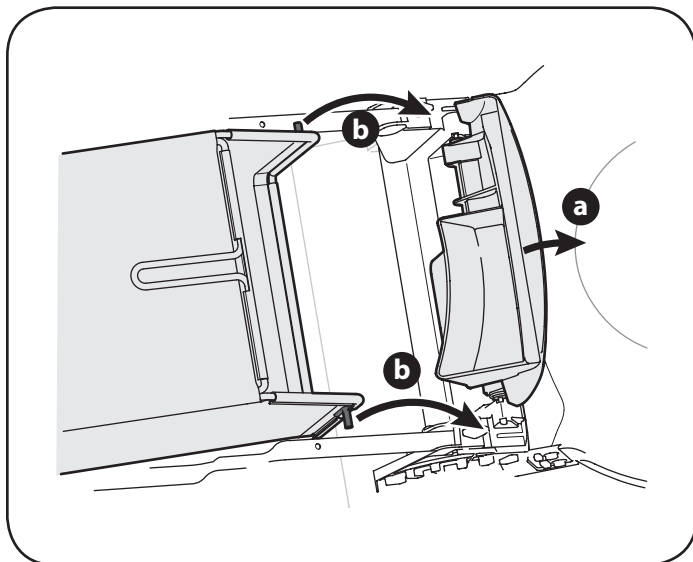

Figura 8
- b. Lugar de colección de césped en las ranuras en el mango entre corchetes como se muestra en la Figura 8. Suelte la puerta de descarga de modo que descansa sobre el colector de césped.